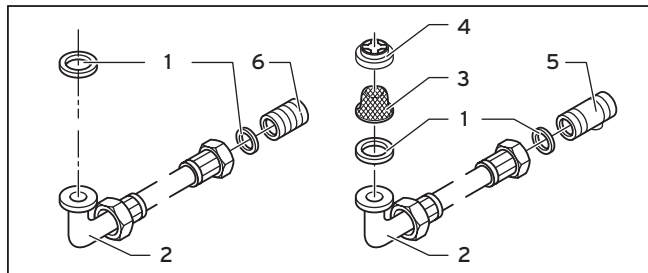

Fig. 5.1 Éléments de raccordement
- Placez le filtre à eau (3) et le limiteur de débit d'eau (4) dans le flexible de raccordement (2) comme le montre la fig. 5.1.